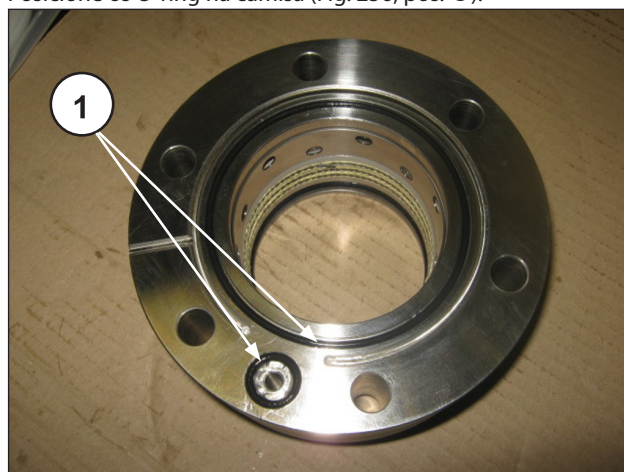

Fig. 256
Posicione os O-ring na camisa (Fig. 256, pos. ①):